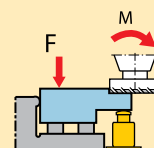

Figura 5c
La Figura 5c muestra cómo posicionar correctamente una pieza de trabajo. Para evitar inclinar la pieza, el par torsor "M" transferido desde ella (5) hacia el cuerpo que será maquinado (6) debe equilibrarse mediante un par torsor opuesto adecuado. Dicho par opuesto se crea mediante la fuerza de sujeción "F".